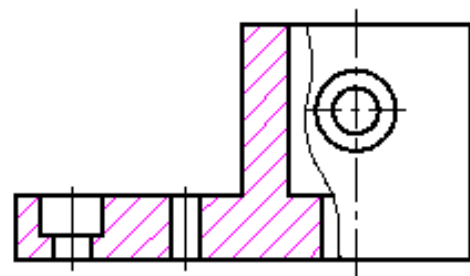

图 4-10 画剖面线
4) 画剖面线 启动“图案填充”命令, 选取“类型”为“预定义”, “图案”为“ANSI31”, 角度为“0”, 比例为“1”。单击“添加: 拾取点”按钮, 依次在填充区域内单击选定边界, 如图 4-10 所示。